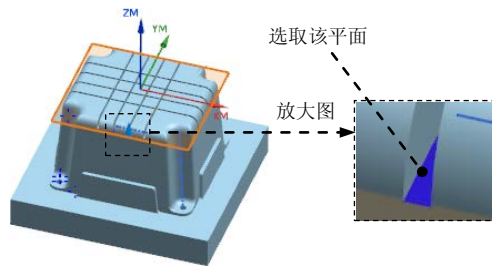

图 20.43 指定底面
Step2. 然后选取图 20.43 所示的面，单击“平面”对话框中的确定按钮，返回“平面铣”对话框。